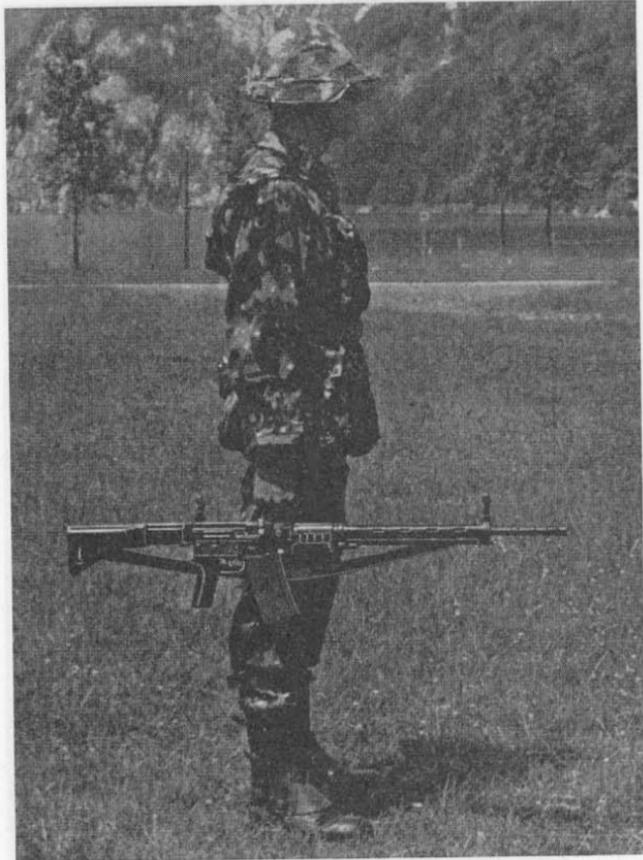

Bild 36
- Das Sturmgewehr wird am Traggriff oder Handschutz getragen (Bild 36)